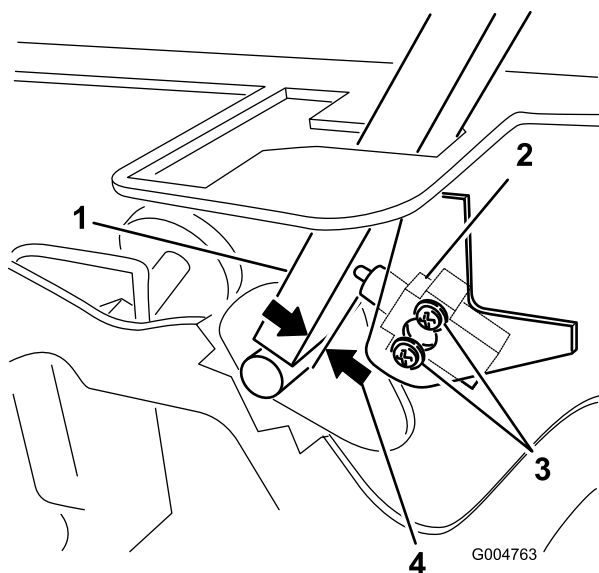

**Figura 48**
2. Afloje los pernos del panel delantero y retire el panel (Figura 48).